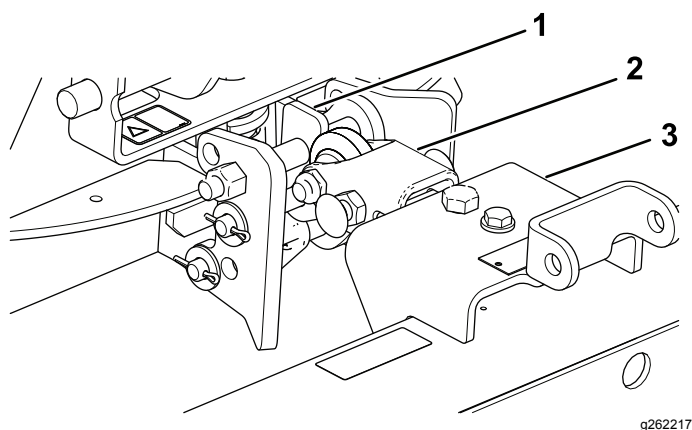

Figura 10
1. Monte el conjunto del enganche de manera que el lado plano se encuentre en la parte superior (Figura 10).
2. Monte la barra de tracción en la parte inferior de la barra de suspensión (Figura 10).